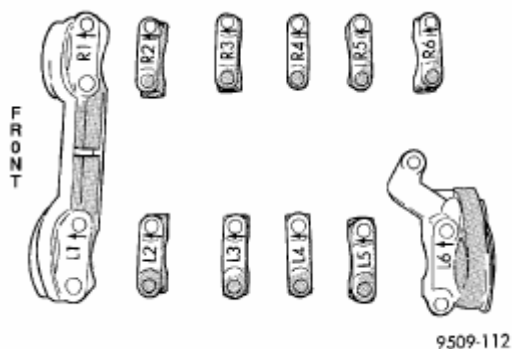

Рис. 17. Идентификация крышек подшипников распределительных валов.
- (1) Снять крышку головки блока.
- (2) Снять датчик положения распределительного вала и визирный магнит.
- (3) Снять ремень привода ГРМ.
- (4) Снять шкивы распредвала и заднюю крышку ремня привода ГРМ.
- (5) Крышки подшипников идентифицируются по месту. Крышки наружных подшипников снимать первыми (Рис. 17).